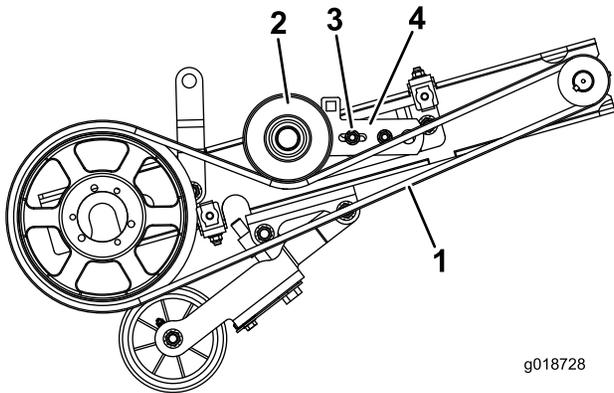

图 24
1. 卸下将惰轮皮带轮支架固定到张紧力调节支架的螺母和螺栓支架中长圆孔内的螺栓 图 24。
4. 卸掉下皮带防护罩和滚刀驱动皮带 图 24。